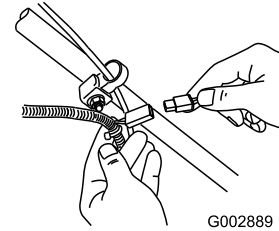

Figure 24
1. Branchez le chargeur au faisceau de câblage situé sous la clé de contact (Figure 24).